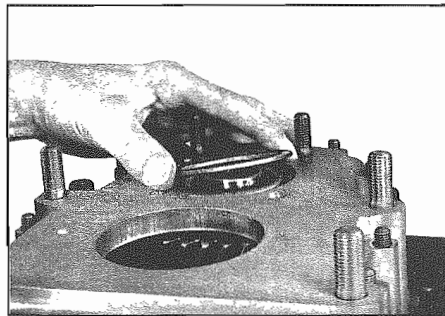

Fig. 42 - Montaggio di un rasamento di spessore Placing the one shim washer
- Montare sull'anello esterno del cuscinetto anteriore un rasamento (**301**) di spessore da 0 a 0,05 mm maggiore del dato misurato (**Fig. 42**).
- Place one compensating washer (**301**) 0 to 0.05 mm thicker than the measured dimension on outer race of front bearing (**Fig. 42**).